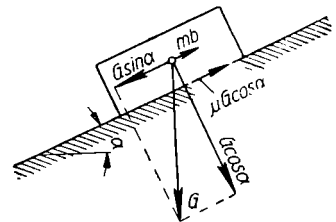

Bild 28
33. Welche Bewegung führt ein Körper, sich selbst überlassen, auf einer unter dem Winkel α geneigten Ebene aus (Bild 28), a) wenn keine Reibung vorhanden wäre? b) wenn die Reibungszahl der gleitenden Bewegung μ ist?
Anleitung: a) Gleichförmige Abwärtsbewegung erfolgt, wenn die treibende Kraft $G \sin \alpha$ gerade den Reibungswiderstand $\mu \cdot G \cos \alpha$ überwindet (Bild 28 bei Aufg. 33), also wenn $G \sin \alpha = \mu \cdot G \cos \alpha$ ist.